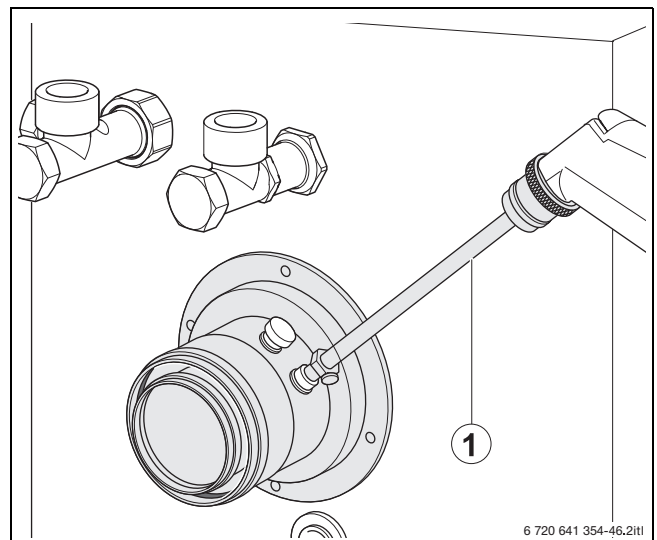

Bild 47 Messwerte aufnehmen
- ▶ Messfühler durch die Messöffnung (→ Bild 47, Seite 29) im Abgasrohr in den Kernstrom halten und CO₂-Gehalt kontrollieren.
- Messfühler durch die Messöffnung (→ Bild 47, Seite 29) im Abgasrohr in den Kernstrom halten und CO₂-Gehalt kontrollieren.